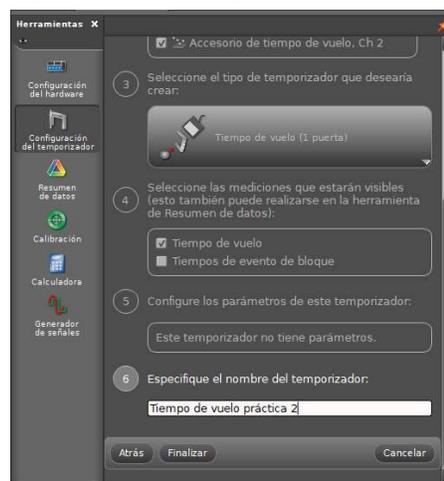

Figura No. 5
5. En el menú de herramientas (ubicado en la parte izquierda de la pantalla principal) de clic sobre **<Configuración del temporizador>**, dar clic en “siguiente” hasta el paso 6 (Figura No. 5) y si desea nombrar el temporizador, nómbre, en caso contrario seleccionar finalizar. Vuelva a seleccionar **<Configuración del hardware>** para que desaparezca el menú desplegable.